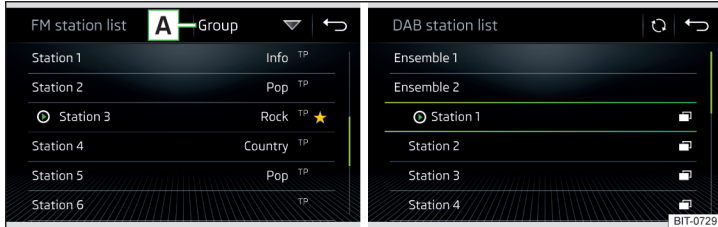

Abb. 183 Beispiel der Liste verfügbarer FM/DAB-Sender
- ▶ Zur **Sortierung** (FM) der Sender in alphabetischer Reihenfolge, laut Gruppe oder Genre, die Funktionsfläche **A** » Abb. 183 antippen » **!**.
- ▶ Zur **Filterung** der Sender nach dem Programmtyp (bspw. Kultur, Musik, Sport u. Ä.) in der FM-Senderliste (bei eingeschalteter RDS-Funktion) und der DAB-Senderliste (bei gewählter alphabetischer Sortierung der Senderliste) die Funktionsfläche **A** » Abb. 183 antippen.
- ▶ Zur **manuellen** Aktualisierung die Funktionsfläche \square » Abb. 183 antippen.